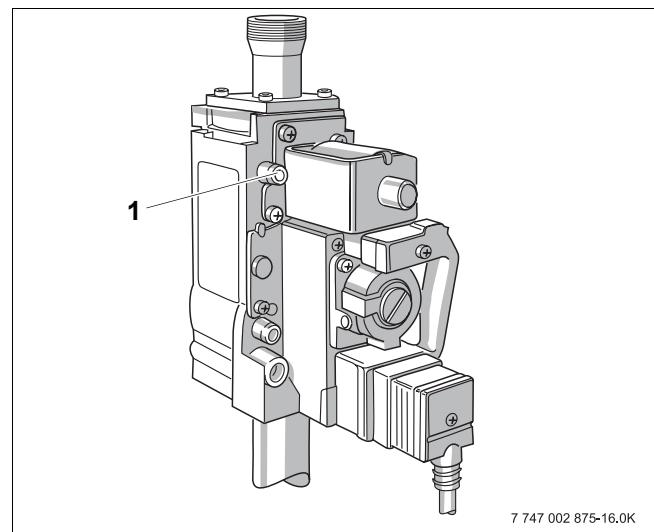

Рис. 50 Настройка мощности горелки
- Отверните на два оборота запорный винт контрольного ниппеля (рис. 50, **поз. 1**) на газовой арматуре и наденьте измерительный шланг U-образного манометра.